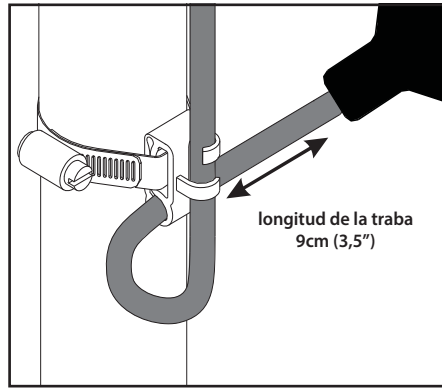

FIGURA 2
4. Colocar el cable dentro de la abrazadera como se ilustra en la **Figura 2**.
5. Situar la abrazadera al nivel de activación deseado y asegurarla al tubo de descarga tal cual se ilustra en la **Figura 2**.